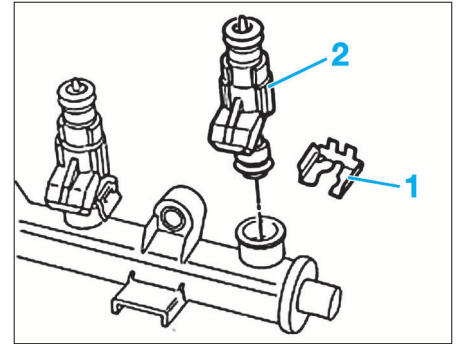

FIG. 22
- Extraire l'agrafe (1) (Fig.22), puis déposer l'injecteur (2).